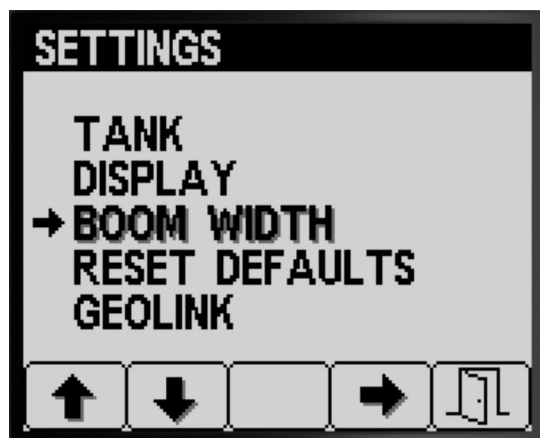

Figure 32
- Appuyez sur le bouton 2 de l'écran Réglages jusqu'à ce l'option LARGEUR DE RAMPE soit atteinte (Figure 32).
2. Appuyez sur le bouton 4 pour sélectionner l'option **LARGEUR DE RAMPE** (Figure 32).